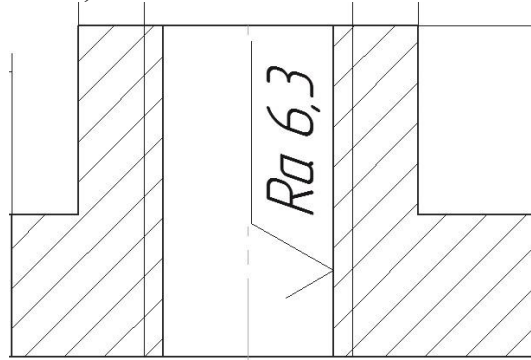

Рис.23. Резьбовое отверстие
10. Проставить размеры, указать шероховатость на резьбовом отверстии (рис. 23).